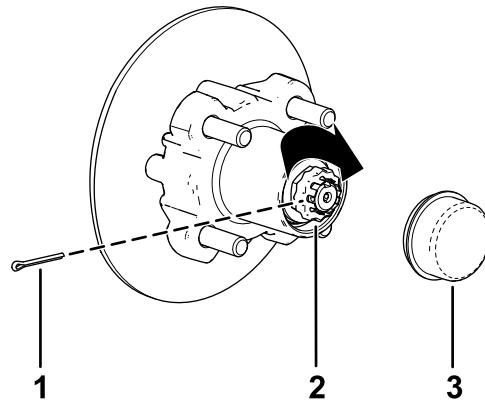

図 36
8. ナットの上からリテナーを取り付け、リテナーのスロットとスピンドルのスロットが整列しているかどうか確かめる図 36。
9. コッターピンを取り付け、ピンの足をリテナーに巻き付けるように曲げる図 36。
10. ハブにダストキャップを取り付ける図 36。